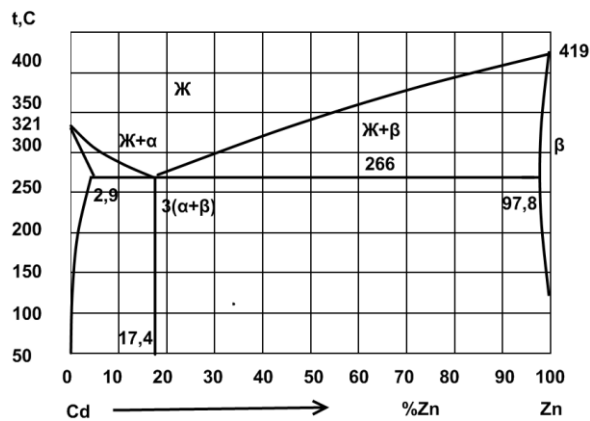

Рис. 9. Диаграмма состояния кадмий – цинк (Cd – Zn)
2. Вычертите диаграмму состояния системы кадмий – цинк (Cd – Zn). Опишите взаимодействие компонентов в жидком и твердом состояниях, укажите структурные составляющие во всех областях диаграммы состояния и объясните характер изменения свойств сплавов в данной системе с помощью правил Курнакова (рис. 9).